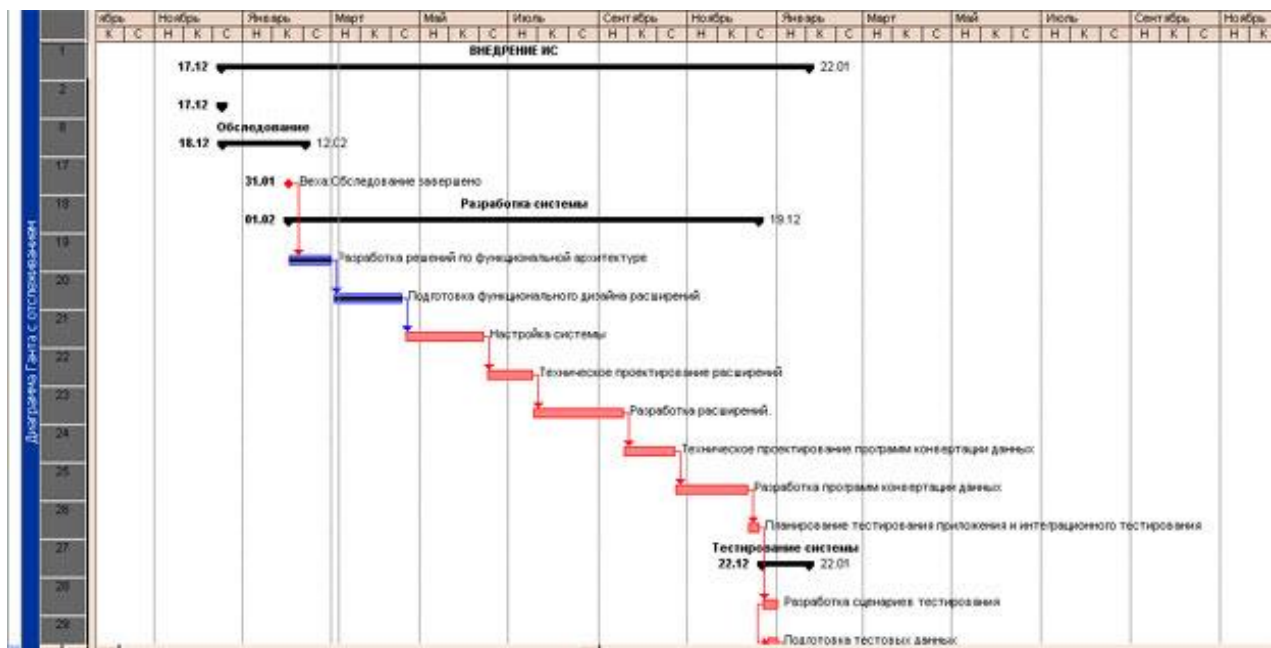

Рис. 4.6. Фрагмент розкладу проекту у вигляді діаграми Ганта MS Project
1. *Мережеві діаграми розкладу проекту* – схематичне відображення планових операцій проекту і логічних взаємозв'язків (залежностей) між ними. Мережева діаграма розкладу проекту може бути побудована вручну або за допомогою ПЗ для УП (наприклад, у вигляді MS Project). Вона може включати в себе повну деталізацію проекту або одну/декілька сумарних операцій (пакет операцій). На рис. 4.6 наведено приклад зображення розкладу проекту у вигляді діаграми Ганта MS Project.